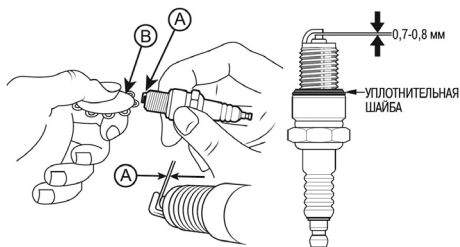

Рис. 27. Зазор между электродами свечи зажигания
3. Измерьте зазор А между электродами свечи зажигания специальным щупом В (Рис. 27). Зазор должен быть 0,7-0,8 мм (Рис. 27). При увеличении или уменьшении требуемого зазора, рекомендуется заменить свечу, так как регулировка зазора может привести к изменению качества искрообразования.